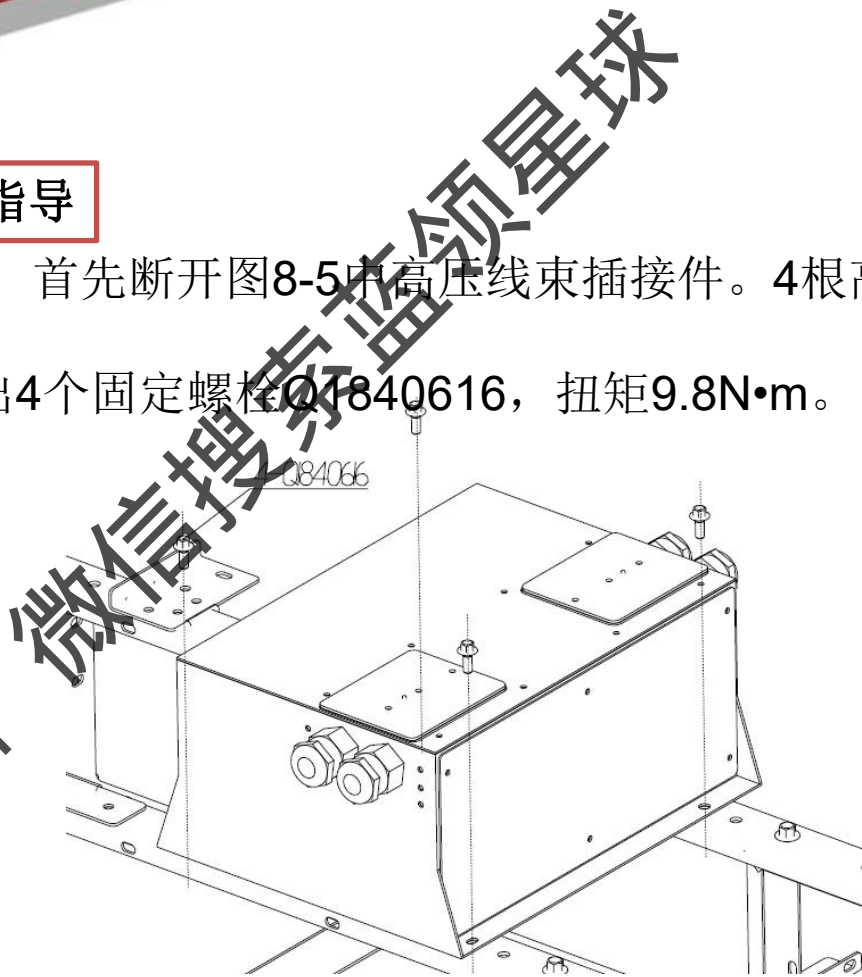

图8-6 维修步骤2
- 2、按图8-6所示，用规格8mm的套筒旋出4个固定螺栓Q1840616，扭矩9.8N·m。